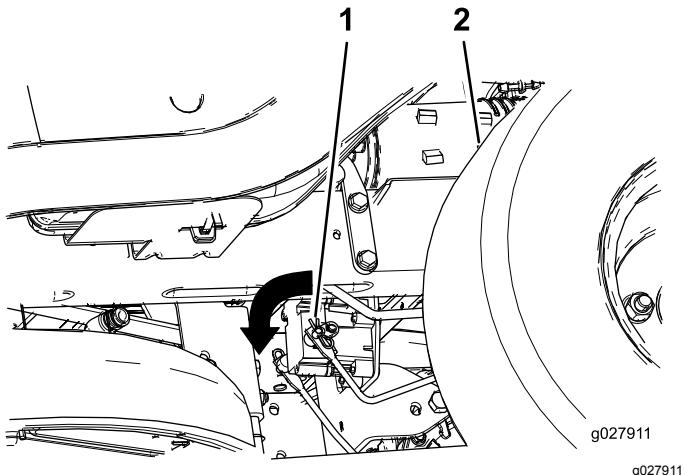

Figure 52
2. Localisez l'arbre sur le frein électrique au point de connexion des bras de liaison (Figure 52).